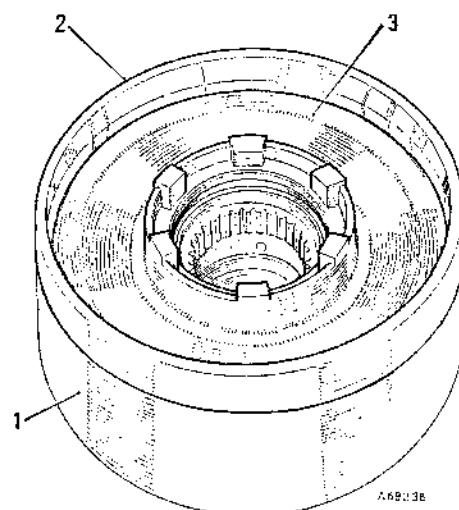

Fig. Fa.56
- (10) Remontar el pistón reforzador del engranaje de marcha atrás con el sailliente mirando hacia afuera, utilizando para ello la herramienta de Servicio 18G 1103 (véase Fig. Fa.56).
- (11) Colocar el pistón de directa dentro de su cilindro, con el reborde orientado hacia afuera.